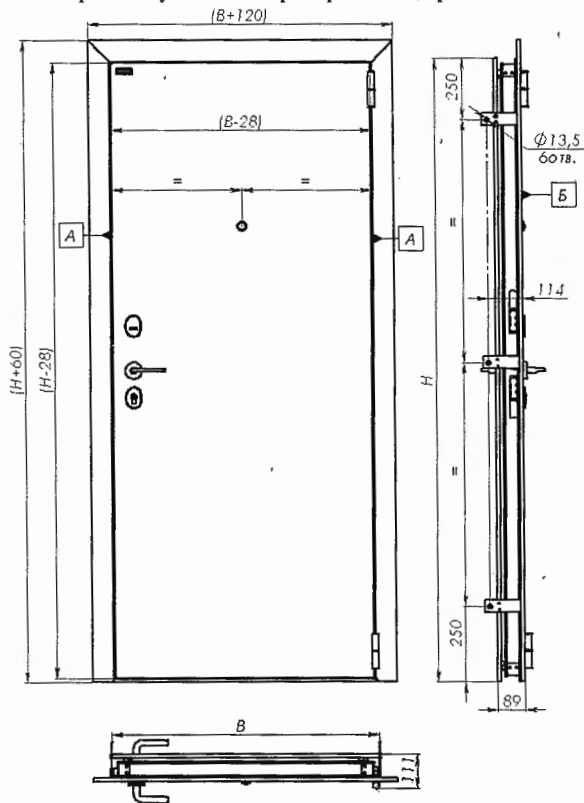

Рис. 3. Габаритные и установочные размеры Блока дверного
- Габаритные и установочные размеры Блока дверного приведены на рис. 3.
- Установить дверную коробку в проем, обеспечив прилегание наружной отбортовки дверной коробки к поверхности стены. Выставить по уровню поверхности А и Б (Рис. 3) петлевой стойки дверной коробки и закрепить ее деревянными клиньями в углах дверной коробки.